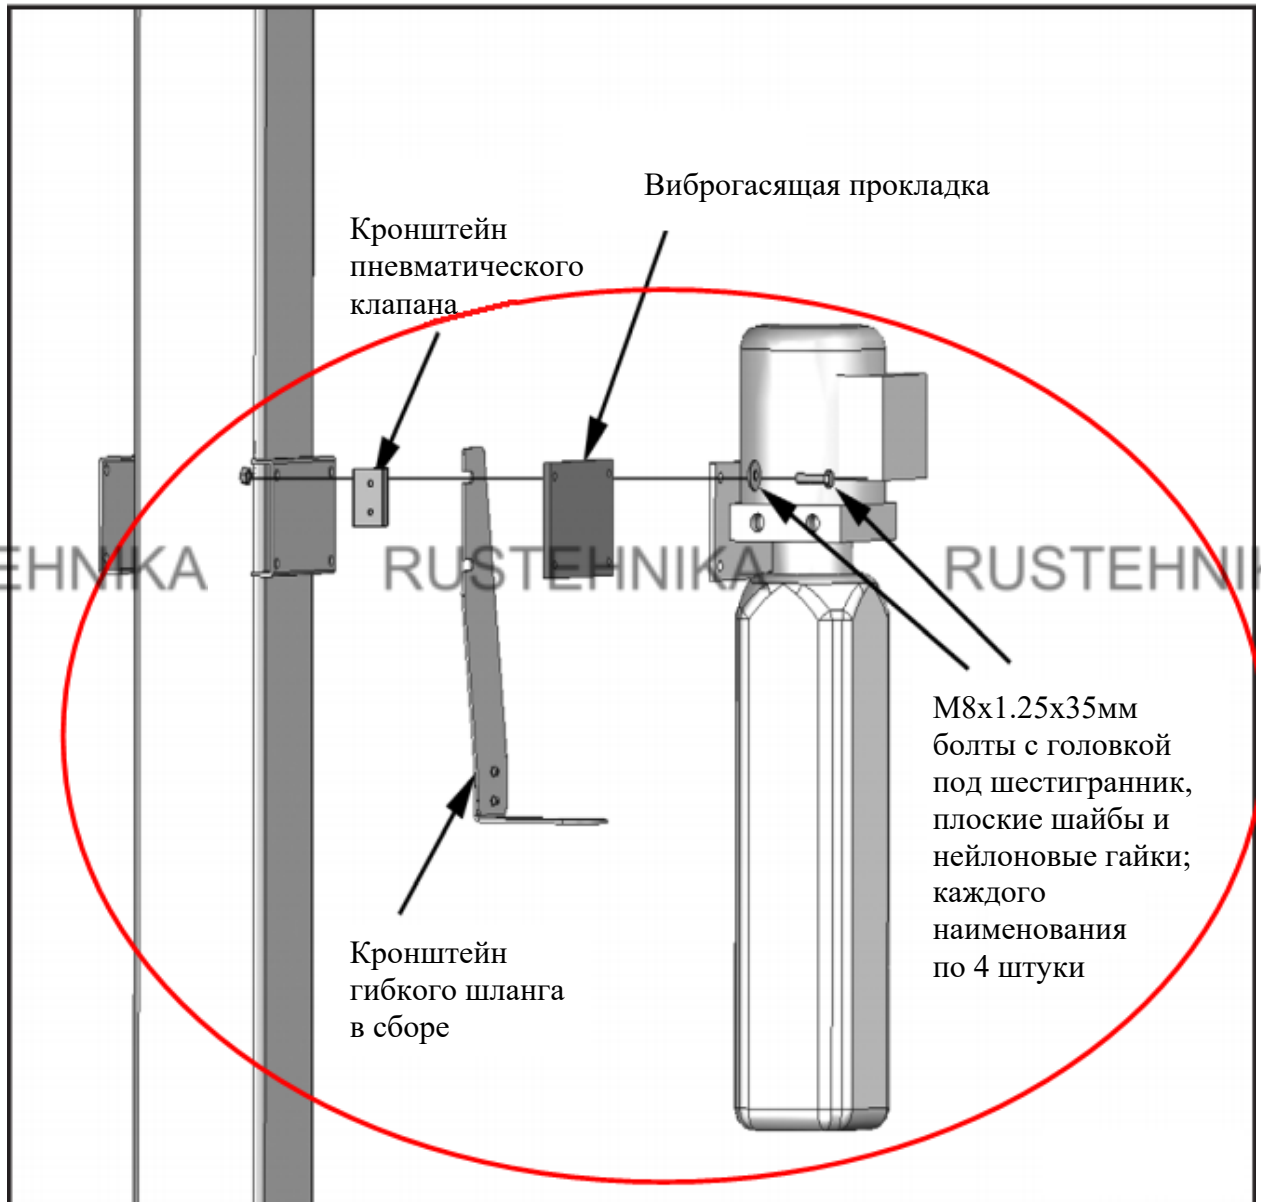

Рис. 9.1
1. Закрепите гидроагрегат на кронштейн, используя болты М8 с головкой под шестигранник и нейлоновые гайки. Залейте необходимое количество (прим. 14 л.) рекомендованной гидравлической жидкости Trommelberg TR-32H (см. рис. 9.1).